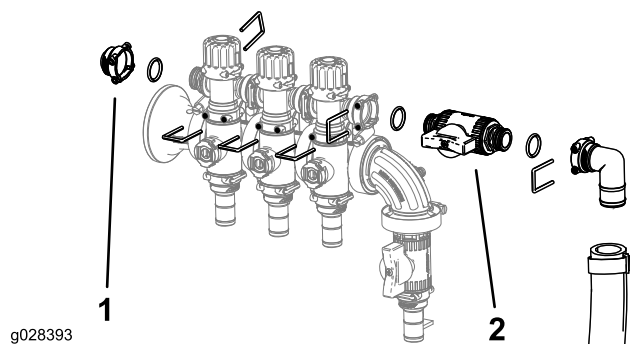

Bild 6
5. Befestigen Sie die Teile zur Einstellung des Überstromventils, den Blinddeckel, die O-Ringe, das Absperrventil und das Anschlussstück sowie die Schlauchleitung mit den zuvor entfernten Haltern, wie in Bild 6 abgebildet.